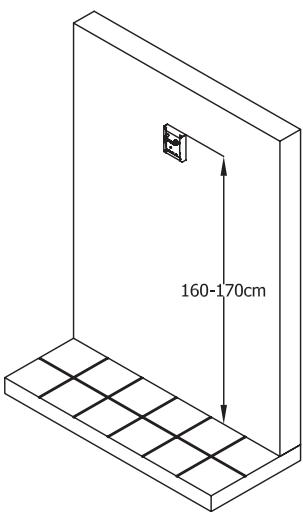
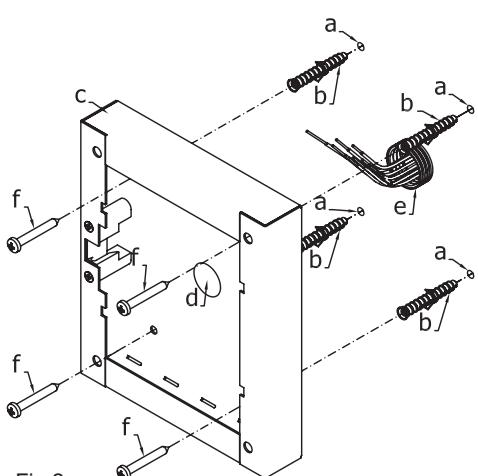

Fig.1
Fig.2
1. Place the surface box against the wall (165-170cm between the top of the box and the floor lever as show in figure 1) and mark the fixing holes for the wall plugs and hole for the cables **e** (fig.2). Observe the orientation of the box with the hinge on the left;
2. As shown on figure 2, drill the fixing holes **a**, insert the wall plugs **b** and feed the cables **e** through the surface box opening **d**, fix surface box **c** to the wall using the screws **f**;
1. Protect the module support frame fixing holes from dust then embed the back box into the wall (165-170cm between the top of the box and the floor level as shown on the figure 1) feeding the cables **e** (fig.2) through a previous opened hole in the box. Observe the direction of the box ensuring the hinge is on the left and take care that the box profile is in line with the finished wall profile;
1. Appoggiare la scatola da superficie alla parete lasciando circa 165-170cm tra la parte alta della scatola ed il terreno come mostrato in figura 1 quindi prendere i riferimenti per i fori di fissaggio tenendo presente che il gruppo di fili **e** (fig.2) deve passare attraverso l'apertura **d** presente sulla scatola da superficie. Se non indicato, il verso di montaggio della scatola deve essere tale da far rimanere la cerniera sulla sinistra;
1. Dopo aver opportunamente protetto i fori di fissaggio per il supporto moduli, murare la scatola da incasso ad una altezza tale da avere circa 165-170cm tra la parte alta della scatola e il terreno avendo cura di far passare il gruppo di fili **e** (fig.2) attraverso uno dei fori precedentemente aperti sul fondo della scatola. Se non indicato sul fondo della scatola, il verso di muratura deve essere tale da lasciare la cerniera sulla sinistra. Fare attenzione affinché la scatola sia murata a filo muro finito;